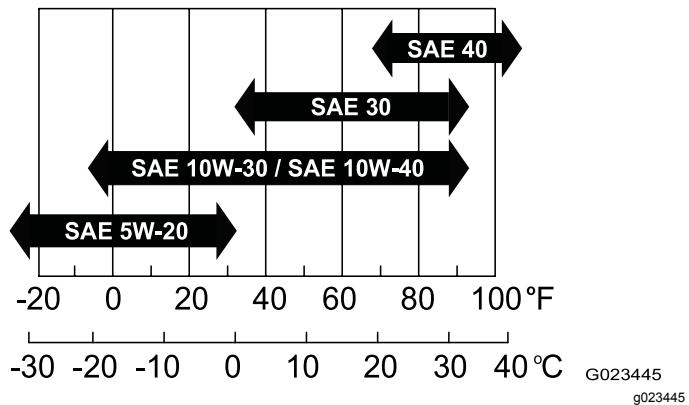

Figura 13
- **Viscosidade:** SAE 30; consulte a tabela seguinte para outras viscosidades (Figura 13):